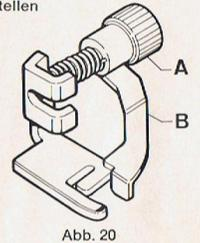
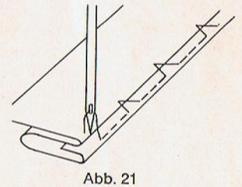

Abb. 20
Abb. 21
Nähfuß gegen abgebildeten Blindstichfuß auswechseln (Abb. 20). Stoff wie in Abb. 21 gezeigt falten, und den Blindstich mit dem Blech B bzw. der Stellschraube A regulieren. Den Sticheinstellknopf (11) auf das \mathcal{M} Motiv stellen